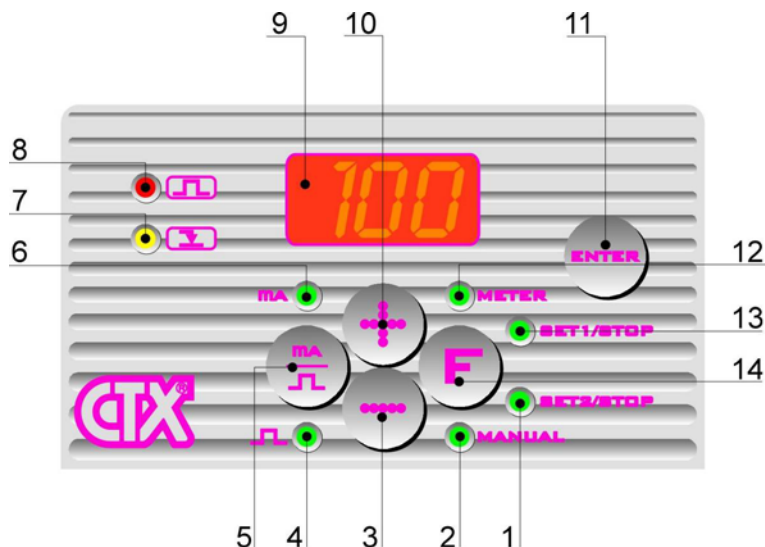

Fig. 14
7.1 - MANDOS (Fig. 14)
7.6 - PROGRAMACIÓN DE LOS PARÁMETROS (Fig. 14)